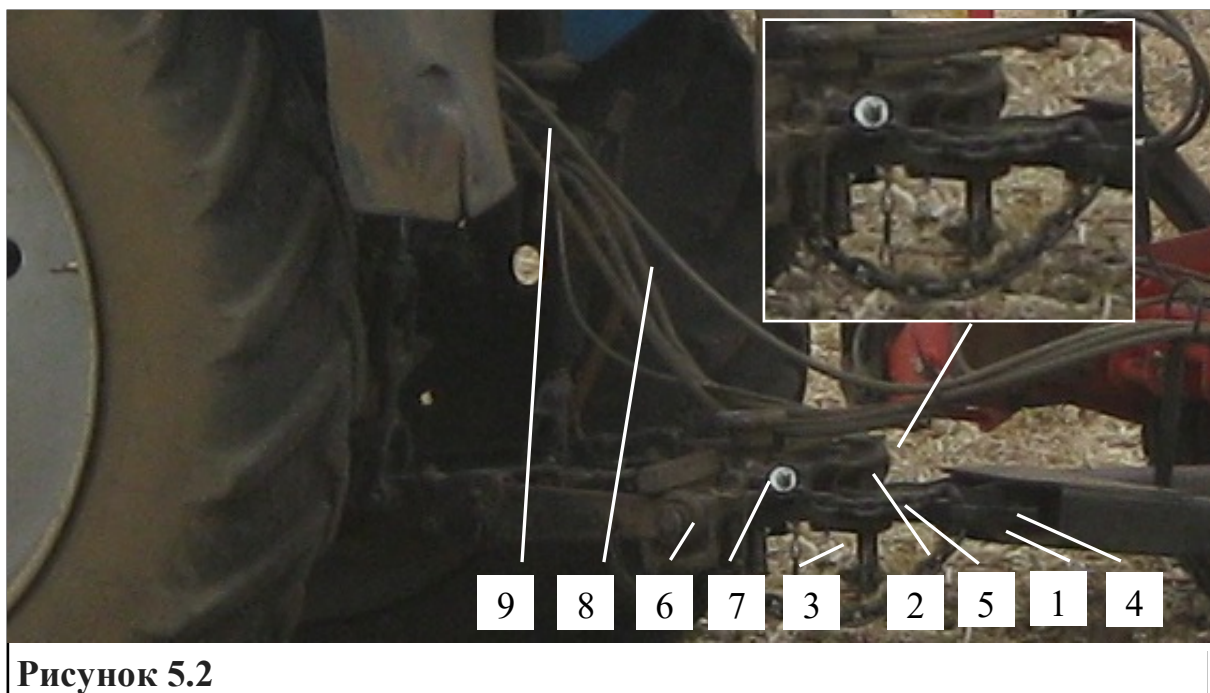

Рисунок 5.2
Для того чтобы присоединить сеялку к трактору, необходимо завести сцепную петлю (1) дышла (рис. 5.2) в зев прицепной вилки (2) и зафиксировать их шкворнем (3) со шплинтом пружинным.